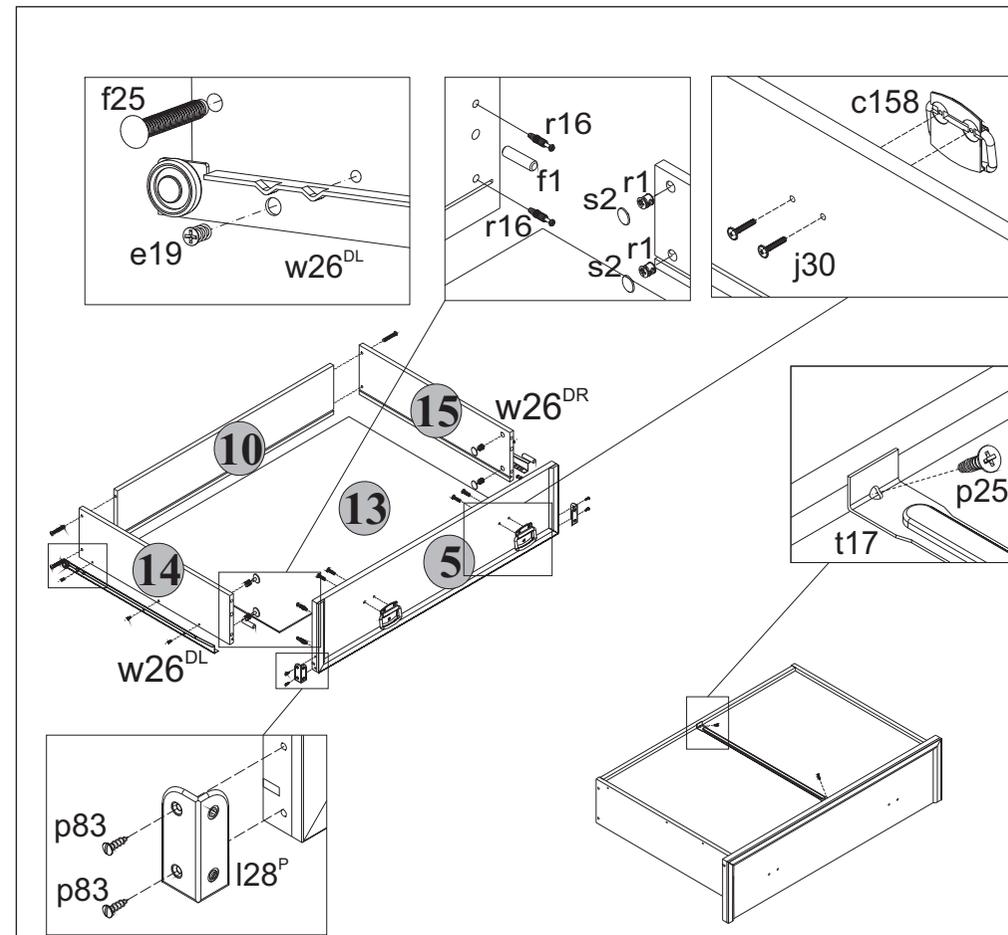

Рис. 1
5.22 Перевернуть ящики выдвижные дном вверх и закрепить на боковых стенках 14 и 15 ящиков еврошурупами e19 направляющие w26^н и w26^{вр} (см.рис. 1).
5.23 Закрепить фиксаторы дна t17 шурупами p25 (см.рис. 1), пользуясь крестообразной отверткой.
5.15 В отверстия диаметром 8 мм на передних кромках стенок боковых 14 и 15 корпусов выдвижных ящиков вбить деревянные шканты f1 (см.рис.1).
5.16 В отверстия диаметром 15 мм на внутренних поверхностях стенок боковых 14 и 15 корпусов выдвижных ящиков вставить стяжки эксцентриковые r1 (см.рис.1).
5.17 В отверстия диаметром 5 мм на внутренних поверхностях панелей передних 5 и 6 ящиков выдвижных с помощью крестообразной отвертки вкрутить винты стяжки r16 (см.рис.1).